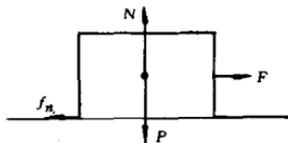

图 3
6. 在干燥的木板上拖动一块重 100 kg 的钢块 (见图 3), 试计算滑动摩擦力为多少 (钢与木材的滑动摩擦系数 μ 为 0.5)?